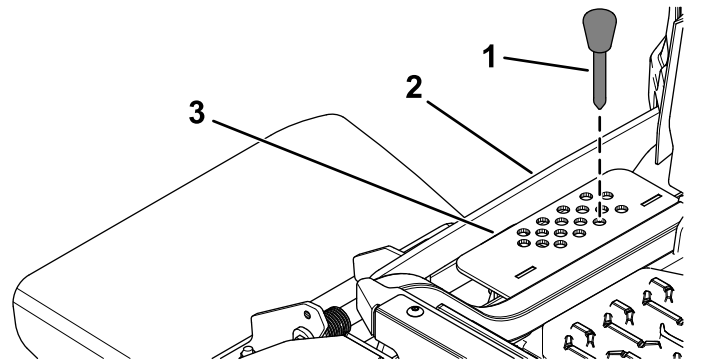

図 29
2. 刈高ブラケットについている穴から、希望する刈高に対応する穴を見つけ、その穴にピンを通す 図 29。
3. デッキ昇降スイッチを下に押し、刈高リンクが刈高ピンにわずかに接触したところで下降動作を止める 図 29。